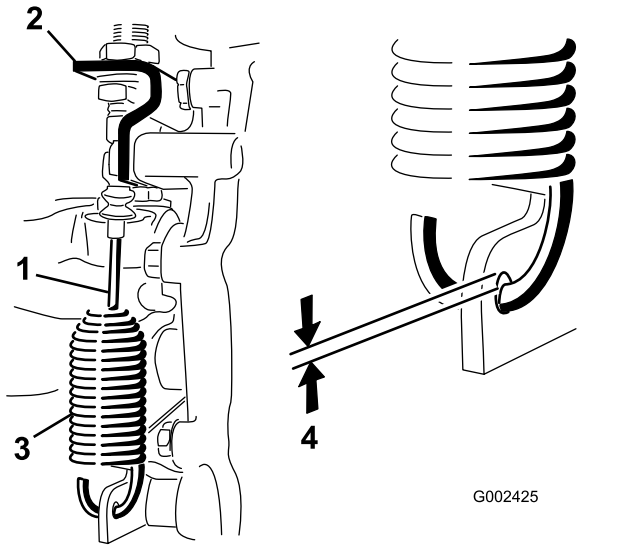

Bild 46
- Lösen Sie die Klemmmuttern, mit denen das Differenzialsperrkabel am Getriebe befestigt ist (Bild 46).